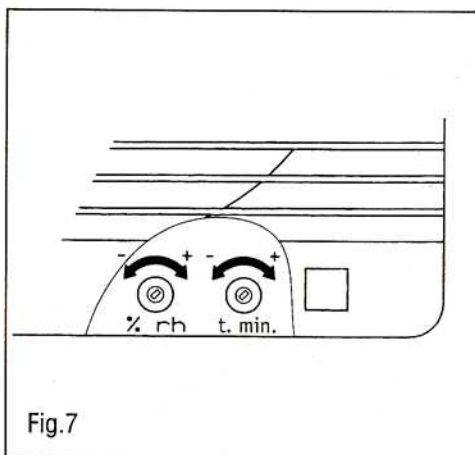

Fig. 7
Para ajustar esta temporización, girar la rueda situada en el circuito impreso (fig. 7):
El ajuste del valor de humedad se efectúa por medio del potenciómetro "% Hr" que se halla en el circuito impreso (fig. 7) una vez desmontada la rejilla (1):
Para ajustar la temporización, girar el potenciómetro "t. min." situado en el circuito impreso (fig. 7)